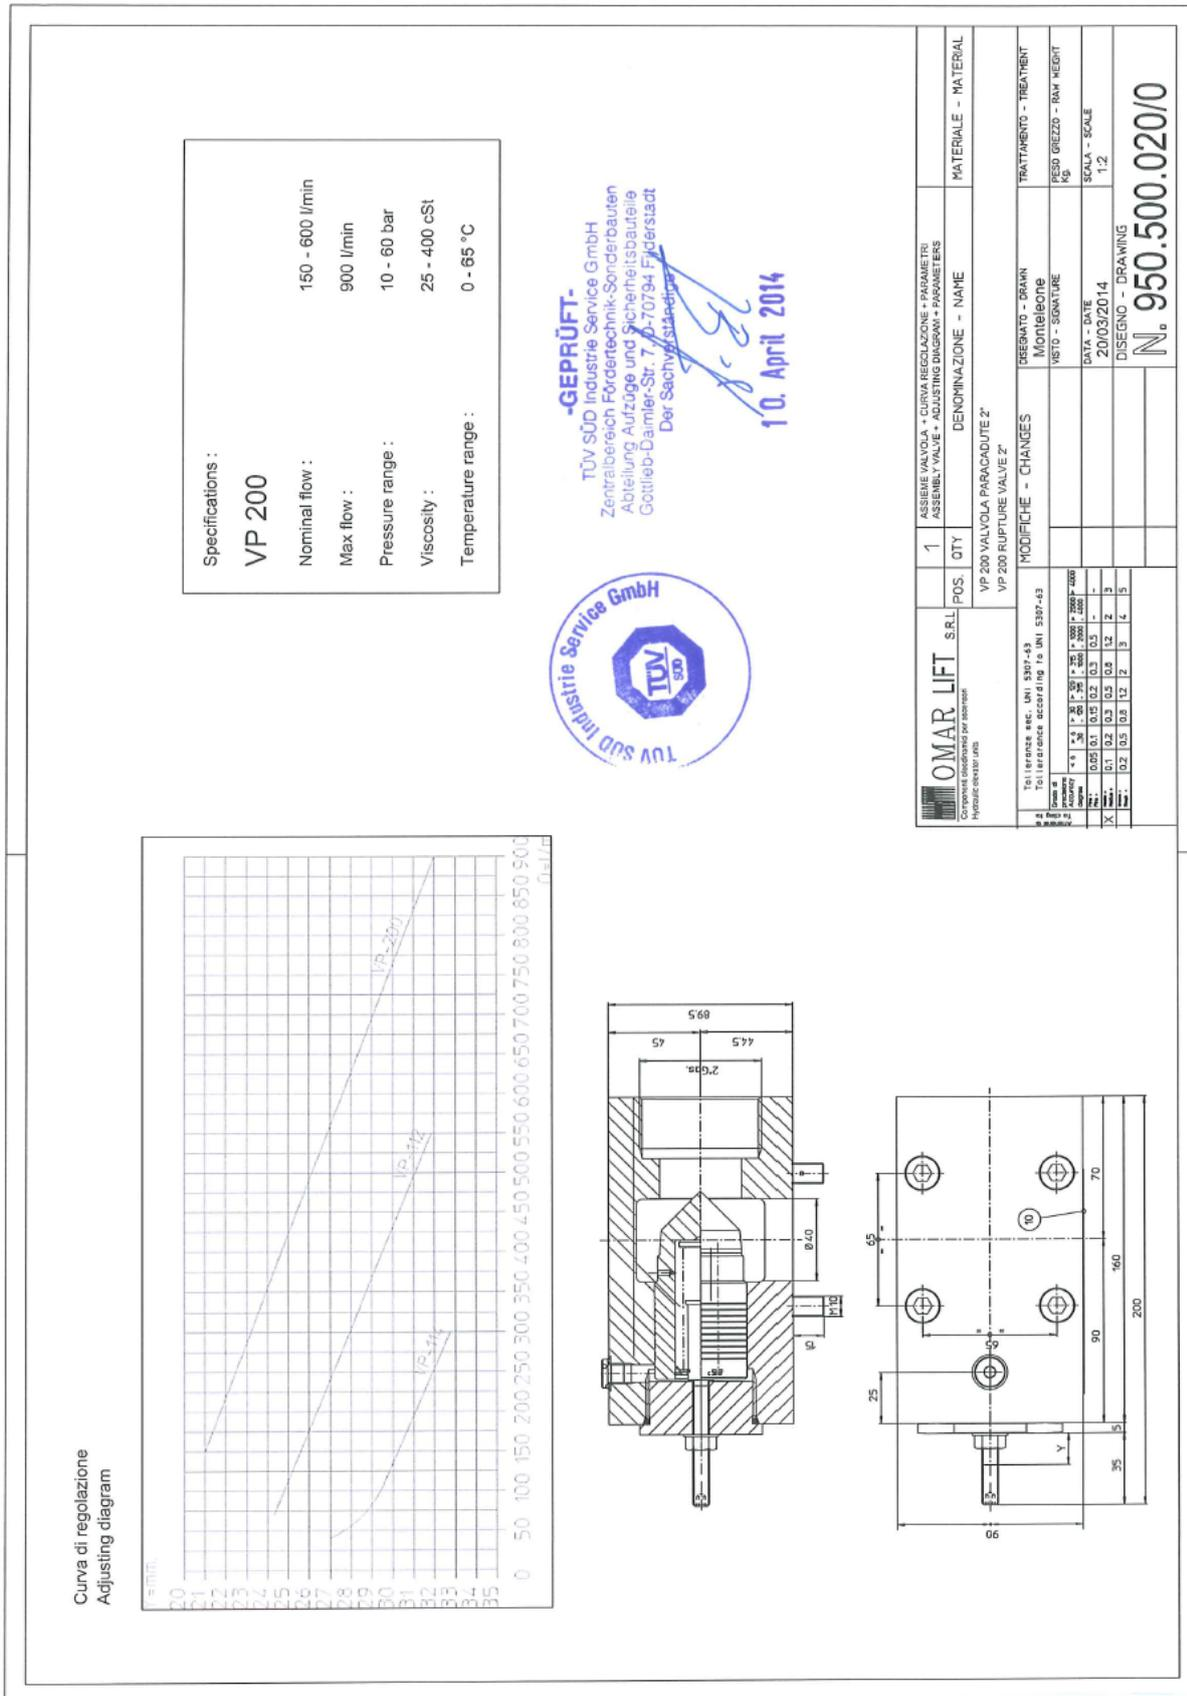

Fig. 31 – Esempio di disegno valvola di blocco con approvazione Ente Notificato (TÜV SÜD)
- Per ogni modello di valvola di blocco esiste un disegno di assieme con l'approvazione dell'Ente Notificato, come nell'esempio riportato in Fig. 31.